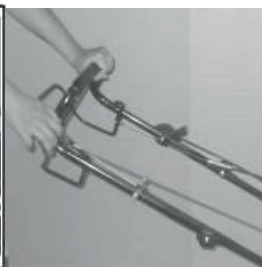

Рис.6C
3. Стоя позади оборудования, возьмитесь за рукоятку управления тормозом и прижмите ее к верхней рукоятке, как показано на рис. Рис.6C.
4. Возьмитесь за ручку стартера, как показано на Рис. 6C, и резко потяните вверх. Медленно отпускайте ее к направляющему болту троса после того, как двигатель запустился. Отпустите ручку управления тормозом, чтобы остановить двигатель и лезвие.